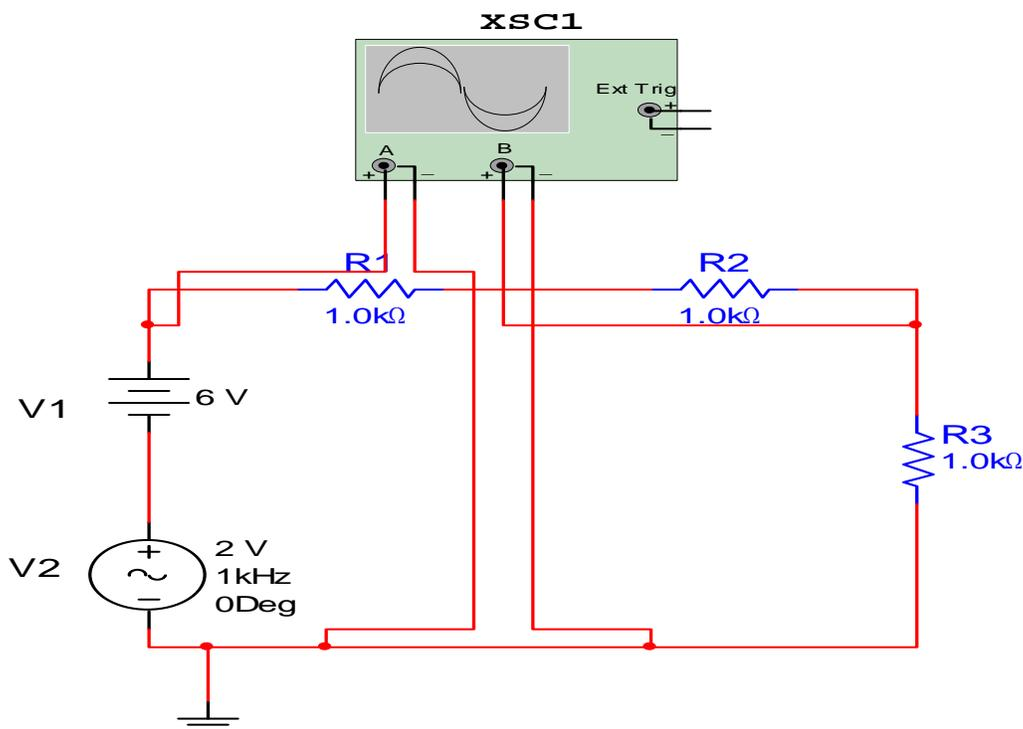

Fig. 2
- Con el osciloscopio y el adaptador en DC medir la entrada con el canal 1 y la salida en R3 con el canal 2 Fig. 2